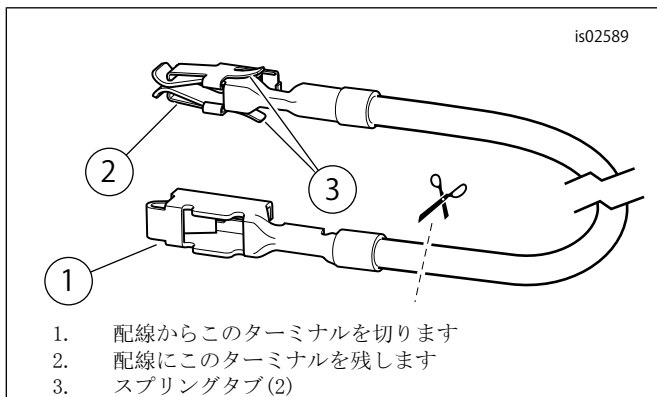

図5. ヒューズブロックアダプターワイヤー(DynaとSoftail)
3. 図12を参照してください。キットからオレンジ/白色のヒューズブロックアダプターワイヤー(11)を取り出します。各末端のターミナルを確認します(「図5」を参照)。スプリングタブ付きターミナルのみが、このヒューズブロックに合います。ワイヤーから慎重に未使用のターミナルを切り取り、廃棄します。
- 図12を参照してください。キットからオレンジ/白色のヒューズブロックアダプターワイヤー(11)を取り出します。各末端のターミナルを確認します(「図5」を参照)。スプリングタブ付きターミナルのみが、このヒューズブロックに合います。ワイヤーから慎重に未使用のターミナルを切り取り、廃棄します。